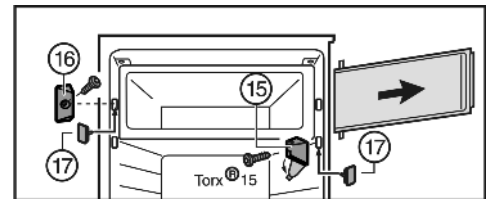

Fig. 7
- ▶ Abdeckung am Lagerbock Fig. 7 (15) wegklappen.
- ▶ Lagerbock Fig. 7 (15) mit der Fachtür abschrauben.
- ▶ Verschlussstück Fig. 7 (16) abschrauben.
- ▶ Die freigewordenen Löcher mit beiliegenden Stopfen Fig. 7 (17) verschließen.